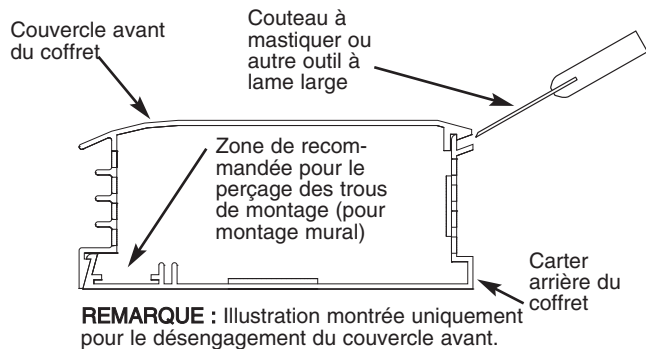

Fig. 2
15. Pour éviter d'endommager le radiateur, n'utilisez pas de tournevis pour séparer le couvercle avant du coffret arrière. N'utilisez qu'un couteau à mastiquer comme montré sur la Figure 2.
2. Enlevez le couvercle avant en couchant le radiateur sur le dos et en insérant un couteau à mastiquer (ou un autre outil à lame fine et large d'au moins 1" [25 mm]) à environ 6" (152 mm) de l'extrémité du radiateur, et en le dissociant comme montré en Fig.2. Cela va déclencher l'ouverture du verrouillage. Recommencez si nécessaire en vous déplaçant le long du radiateur, jusqu'au désengagement complet du couvercle hors du carter arrière du radiateur.
- Percez les trous de montage de la taille voulue dans le carter du radiateur (Voyez la Figure 2 pour l'emplacement recommandé des trous de montage).
- Percez les trous de montage de la dimension requise dans tous les carters de radiateurs (Voyez la Figure 2 pour l'emplacement recommandé des trous de montage).